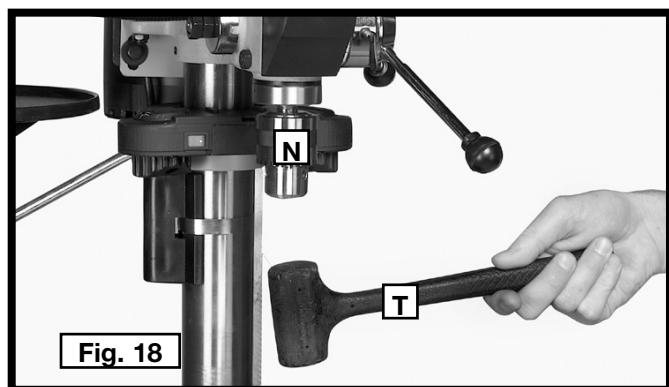

Fig. 18
20. Abra las mordazas del portabrocas tanto como sea posible girando el manguito del portabrocas (N), Fig. 18. Sujete el portabrocas en el cono del eje y golpee suavemente con un mazo de goma (T) o un trozo de madera y un martillo para fijar el portabrocas (Fig. 18).